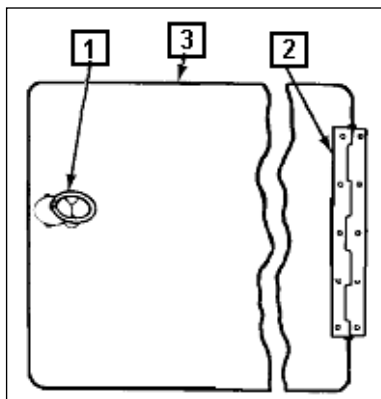

Fig 13-86. Porta de acesso da bateria
a. Puxar o anel (1) na direção da dobradiça (2) e levantar a porta de acesso da bateria (3) no chão da torre. (Fig 13-86)